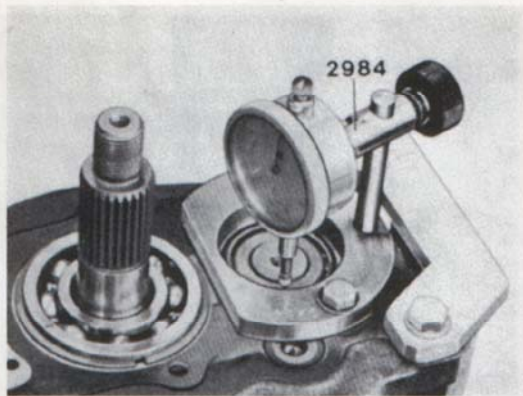

Bild 27. Mätning av axialspel
8. Vänd växellådan med bakre gaveln uppåt. Lägg på packningen och placera ett 0,7 eller 1,0 mm justermellanlägg på bakre lagrets ytterring. Sätt fast mätstativet 2984 med två skruvar enligt bild 27. Märk upp och placera indikatorklockans mätspets mot innerringen. OBS! Vid avläsning av indikatorklockan skall mätspetsen alltid vila mot samma punkt på innerringen.